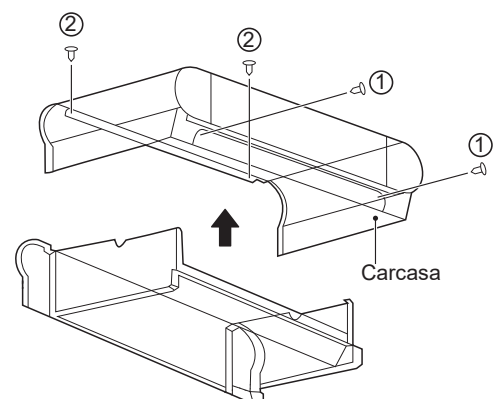

Figura 5-17 Extracción de la carcasa
Como se muestra en la Figura 5-17, quite los tornillos ①\*2 y ②\*2 y luego la carcasa.